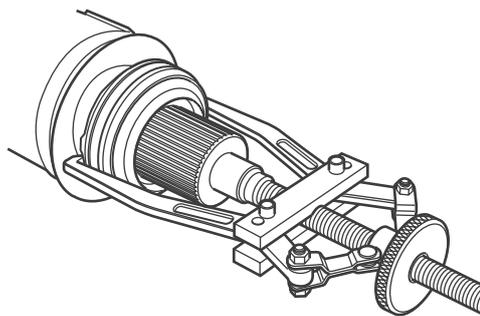

Figura 9.11
3. Use um extrator para remover o conjunto do rolamento do eixo de acoplamento. Siga as instruções do fabricante do extrator. Descarte o rolamento de centro. Figura 9.11.